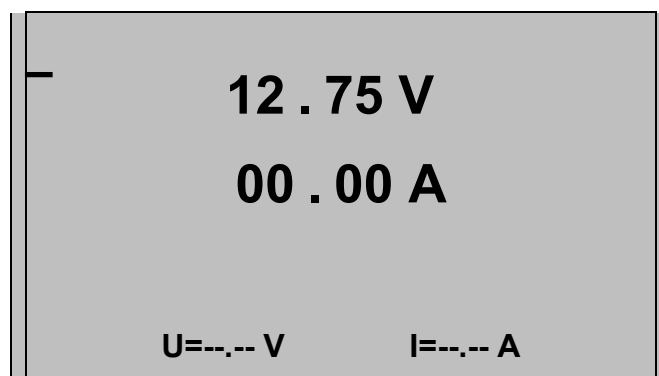

Рисунок 3.3
3.2.2 После подключения АБ к активатору на дисплее активатора будет отображено измеренное напряжение на контактах АБ (рисунок 3.3).